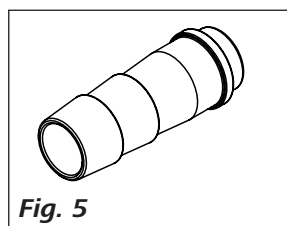

Fig. 5
- Штуцер, Ду 12 (2 шт.) см. Fig. 5